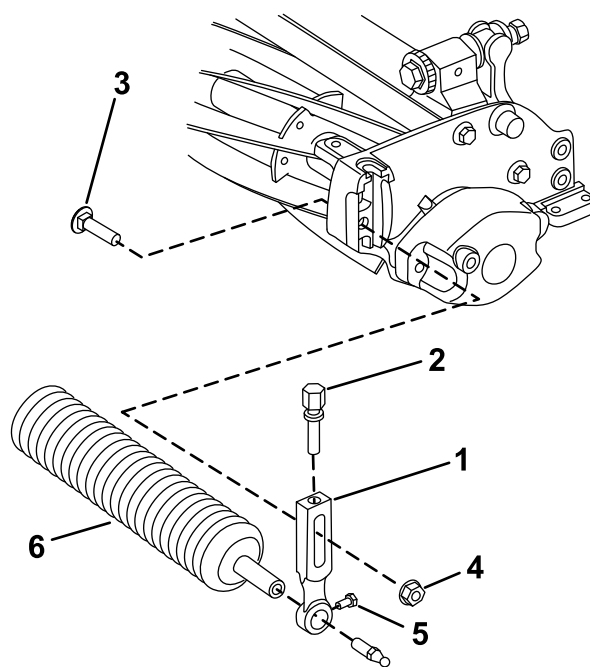

Рисунок 2
1. На режущем блоке ослабьте винты, которые крепят каждый конец переднего валика к рычагам высоты скашивания (Рисунок 2).
2. Отверните несущие болты и фланцевые контргайки, которые крепят рычаги высоты скашивания к каждому концу режущего блока (Рисунок 2). Снимите рычаги высоты скашивания и узел валика.
- Отверните винты регулировки высоты скашивания и крепежные винты валика с рычагов высоты скашивания (Рисунок 2).